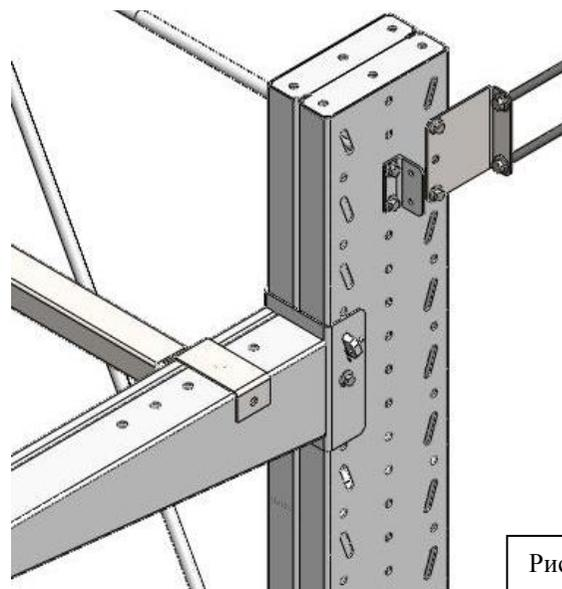

Рисунок 12
11. Односторонние стеллажи необходимо зафиксировать анкерными болтами к стене через переходной кронштейн (рисунок 12), заранее установленный на стойке (см. пункт 5).